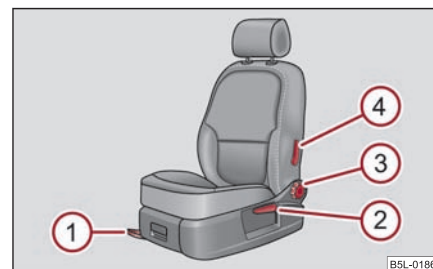

Fig. 75 Elementos de manejo en el asiento
- Tire de la palanca ① ⇒ fig. 75 hacia arriba, desplazando al mismo tiempo el asiento hasta la posición deseada.
- Suelte la palanca ① y desplace el asiento hasta que el enclavamiento encastre de forma audible.
- Descargue el respaldo (no se apoye en él) y gire la ruedecilla de mano ③ ⇒ página 77, fig. 75, a fin de ajustar la inclinación del respaldo.